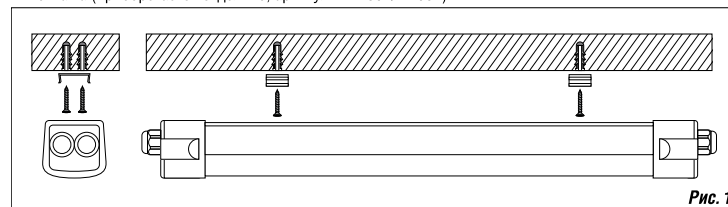

Рис. 1
- Для установки светильника накладным способом монтажа наметьте место будущей установки светильника и просверлите отверстия. Закрепите монтажные скобы, как показано на Рис. 1, и установите светильник. Убедитесь, что светильник надежно закреплен на монтажной поверхности.